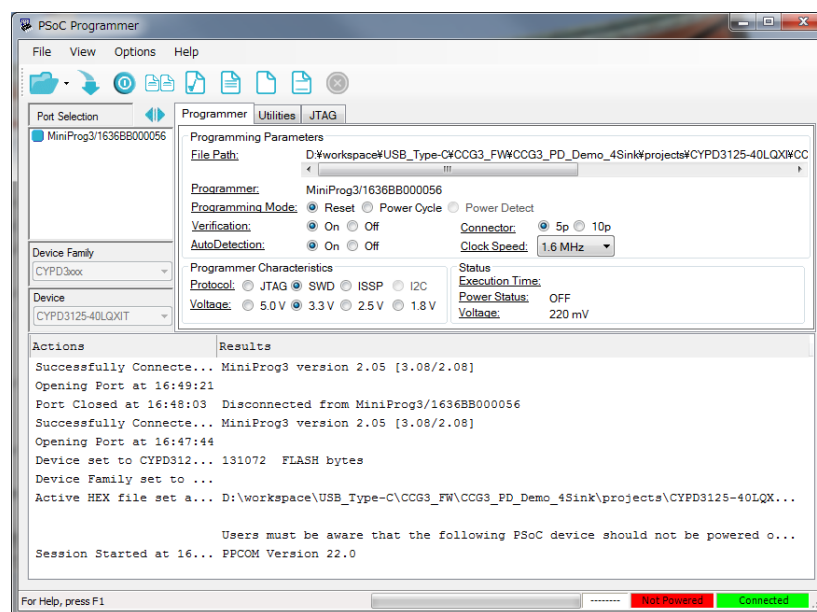

図 5-7 PC と MiniProg3 の接続
- 5) 図 5-7 の通りに設定してから、電源 ON ボタン[]をクリックし、当ボードへ電源を投入する。